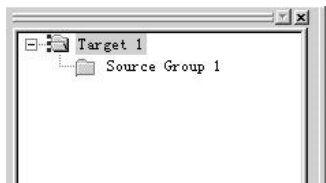
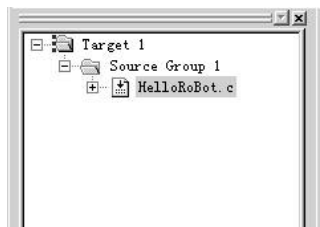

图 1-14 添加 C 语言文件到目标工程
图 1-15 添加了 C 语言文件的目标工程
(1) 单击图 1-12 中的“+”，将出现如图 1-14 所示的列表。
(2) 右击“Source Group 1”，在出现的菜单下选择“Add File To Group→Source Group 1”，出现 Add Files to Group Source “Group1”对话框。在该对话框中选择需要添加的程序文件，如刚才建立的 HelloRobot.c，单击“Add”按钮，把所选文件添加到项目文件中。一次可添加多个文件。
(3) 程序文件添加到项目文件后，这时图 1-14 中“Source Group 1”的前面将出现一个“+”号；单击它将出现刚才添加的源文件名，如图 1-15 所示（注意，图 1-15 中显示的文件名是刚才输入的文件名）。